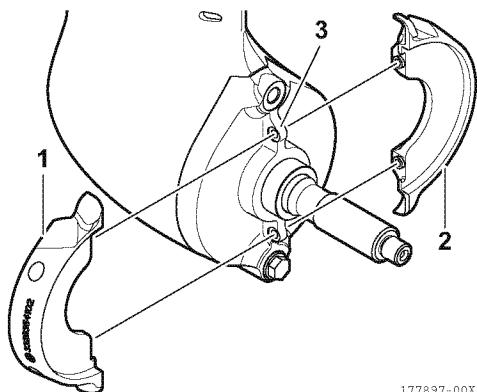

Abbildung 29
1. Die Anoden (1, 2, **Abbildung 29**) an der Schraubenwellenaufnahme (3, **Abbildung 29**) anbringen.
Anmerkung: Auf die Einbaurichtung der Anoden (1, 2, **Abbildung 29**) achten.
Anode (1, **Abbildung 29**) auf der linken Seite und
Anode (2, **Abbildung 29**) auf der rechten Seite anbringen.